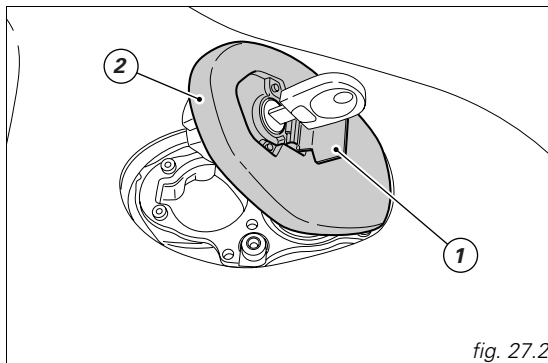

fig. 27.2
Soulever le cache (1) et insérer la clé dans la serrure. Tourner la clé de 1/4 de tour dans le sens des aiguilles d'une montre pour déverrouiller la serrure. Tirer le bouchon (2, fig. 27.2).